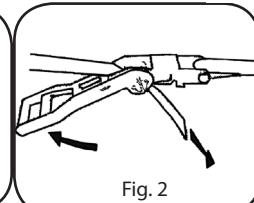

Fig. 2
- lorsque les raccordements sont correctement effectués ouvrir le levier du tendeur et faire glisser la sangle dans le tendeur afin d'obtenir un minimum de mou (fig. 2)